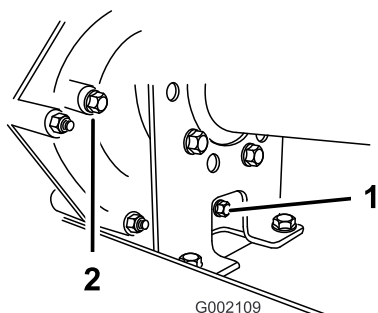
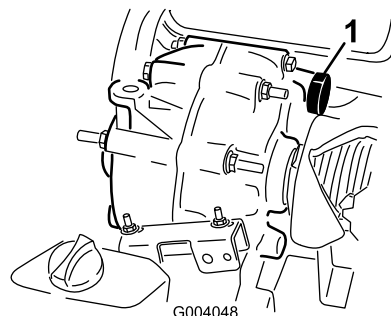

Figura 59
Figura 60
- Limpe a área em torno dos tampões de enchimento e escoamento com um trapo (Figura 59).
- Retire o tampão de enchimento rodando-o para a esquerda (Figura 59).
- Retire o tampão de escoamento rodando-o para a esquerda (Figura 59).
- Coloque e aperte o tampão de escoamento e a junta no orifício do tampão de escoamento da transmissão (Figura 59).
- Encha o reservatório (Figura 60) através do orifício do tampão de enchimento com aproximadamente 1,4 litros do óleo especificado ou até o nível de óleo na transmissão estar alinhado com a parte inferior das estrias (Figura 59).
- Coloque a aperte o tampão de enchimento e a junta no orifício do tampão de enchimento da transmissão (Figura 59).
- Verifique o nível de fluido e adicione mais fluido, se o nível estiver abaixo das estrias do orifício do tampão de enchimento (Figura 59).